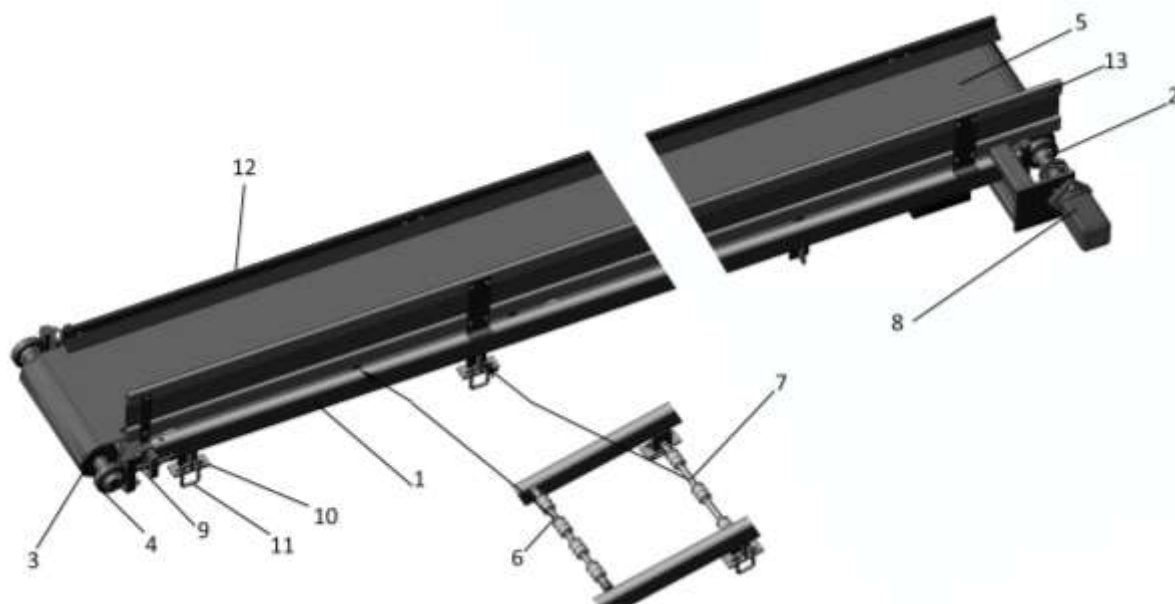

Рисунок 6 - Транспортёр
2.7 Транспортёры левый и правый (рис.6) состоят из сварной рамы 1, ведущего 2 и ведомого 3 валов, установленных в торцах рамы в корпусах подшипников 4, транспортёрной ленты 5 с поддерживающими верхним 6 и нижним 7 катками, боковых ограждений 12 и 13. Регулировка натяжения ленты производится при помощи регулировочного винта 9 натяжного механизма. Привод транспортёров осуществляется от двух гидромоторов MR 160CD/4 (поз. 8). Транспортёры устанавливаются на кронштейнах 6 (см. рис.2) на опорах 10 с хомутами 11.